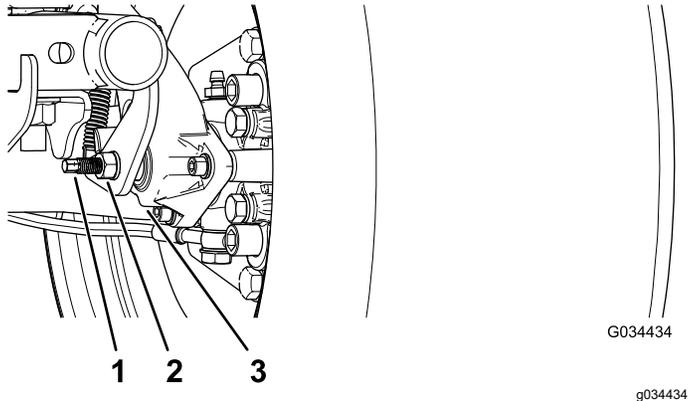

図 52
3. レンチを2本使用し、1本のレンチでキャリパの調整ポストが回らないように保持しながら、もう1本でジャムナットを 1/4 回転ゆるめる 図 52。
4. 調整ポストとジャムナットを保持した状態で、調整ポストを回して締め付ける 図 52。
5. 調整ポストとジャムナットを保持した状態で、1/4 回転だけでもどす 図 52。
6. 調整ポストとジャムナットを保持した状態で、ジャムナットを締め付ける 図 52。